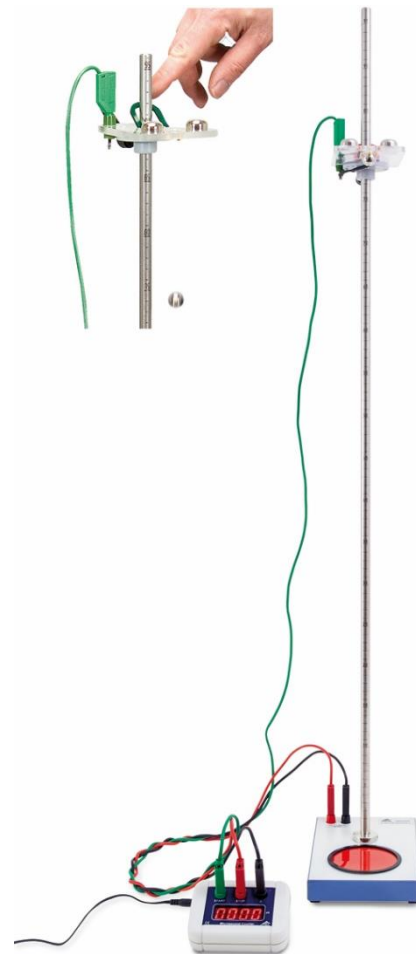

Fig. 1: Disposizione sperimentale di misurazione del tempo di caduta t di una sfera a seconda della distanza h tra dispositivo di sgancio e piatto di raccolta.
- Collegare l'apparecchio per esperimenti di caduta libera al contatore millisecondi secondo la fig. 1.